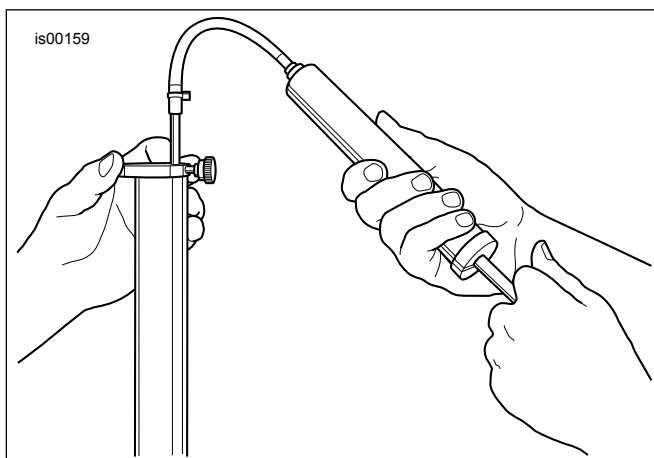

Figure 6. Retirer l'excédent d'huile de fourche
- d. Voir Figure 6. Insérer la tige dans le tube de fourche jusqu'à ce que l'anneau métallique repose à plat sur le bord du tube et que le tube de fourche extérieur se trouve entièrement poussé vers le bas.